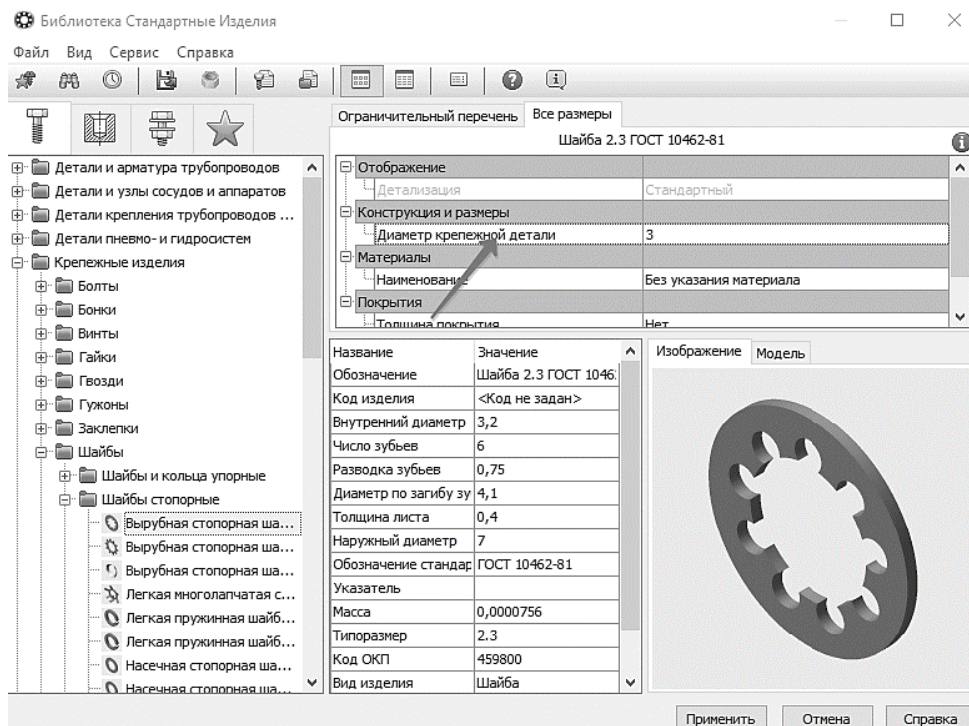

Рис. 91. Выбор размера Шайбы
10.1.7В Области свойств выполните двойное нажатие левой кнопки мыши в поле **Диаметр крепежной детали** (рис. 91).